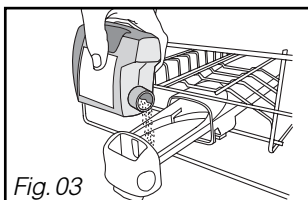

Fig. 03
• **Les poudres ou les liquides dans le tiroir du distributeur (Fig 03)**